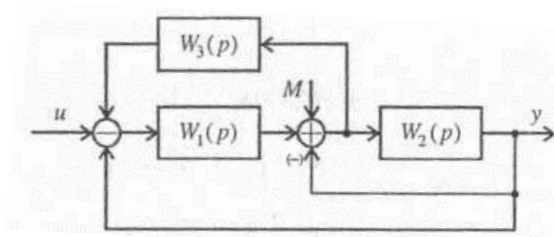

Рис.6.12. Структурная схема к задаче 5
4. Повторить пп. 1 и 2 для системы, структурная схема которой приведена на рис.6.12.